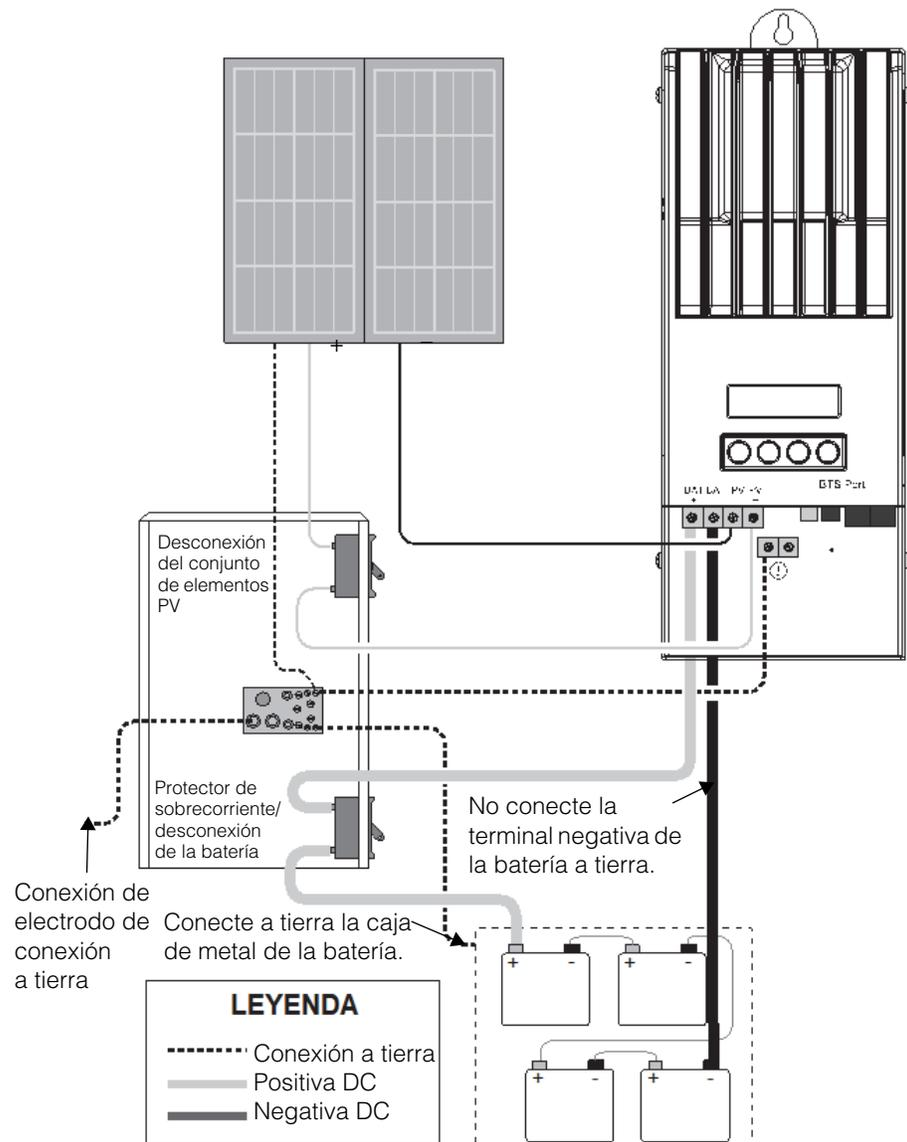

Figura 2-10 Cableado de energía del controlador de carga
El siguiente procedimiento se ilustra en la Figura 2-10.
No conecte la terminal negativa de la batería a tierra. Conectar la terminal negativa de la batería a tierra desactiva la protección contra falla de la conexión a tierra de PV interna de la unidad. Para obtener más información, consulte "Conexión a tierra" en la página 2-9. Consulte la Figura 2-10 para obtener el enrutamiento correcto de la terminal negativa de la batería.
2. Conecte a tierra el controlador de carga solar. Conecte un conductor de conexión a tierra entre la orejeta de tierra del controlador de carga solar y la conexión a tierra del sistema (como se muestra en la Figura 2-10).